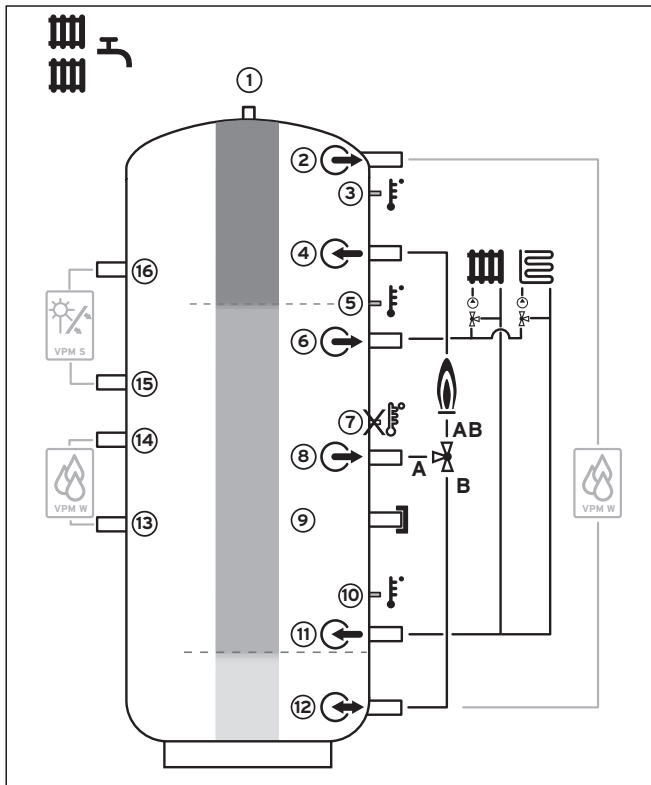

Рис. 3.2 Буферная ёмкость VPS/2: Пример для подключения в жилой зоне
- Датчик 1 регистрирует температуру в зоне комфорта для приготовления горячей воды (верхние 10 % объема накопителя), см. 3 на рис. 3.2 и 3.3.
- Датчик 2 регистрирует температуру в зоне для обычного приготовления горячей воды (расположенные ниже 20 % или 40 %), см. 5 или 7 на рис. 3.2 и 3.3.
- Датчик 3 (зона для отопления помещения) отвечает за расположенные ниже 50 или 30 % теплоснабжения, см. 10 на рис. 3.2 и 3.3.
- приготовление горячей воды и отопительные установки в жилой зоне (см. рис. 3.2)